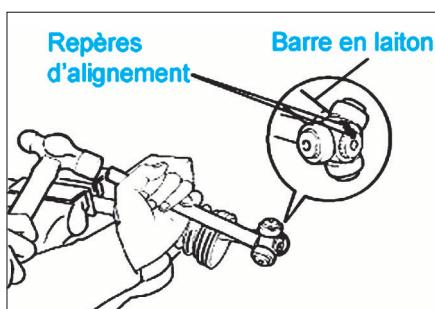

FIG. 11
- Tracer un repère d'alignement sur le tripode et l'arbre de transmission (Fig.11).